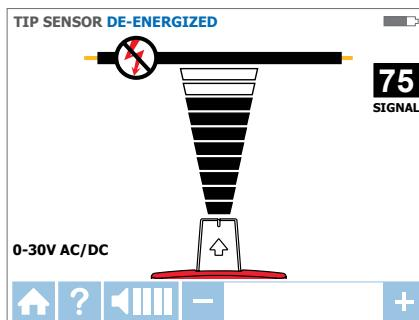

Abbildung 3.3c
2. Wählen Sie den spannungslosen SPITZENSENSOR-Modus. Dazu wählen Sie diese Betriebsart mit den Richtungstasten aus, anschließend drücken Sie die gelbe ENTER-Taste. Ein Bildschirm wie in Abbildung 3.3c erscheint.